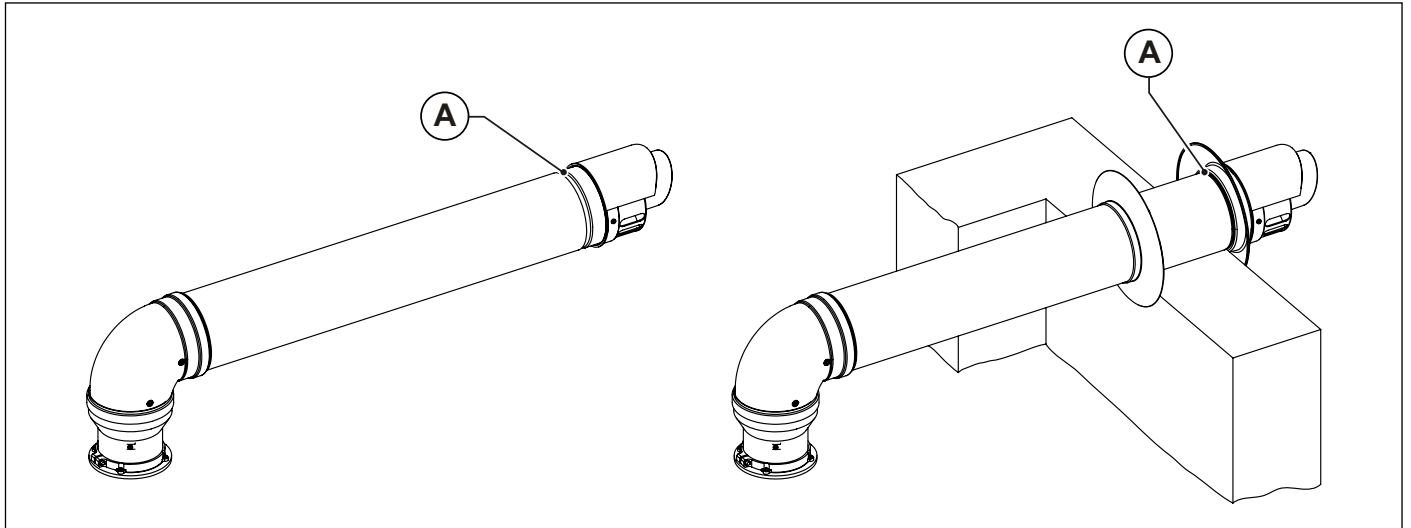

Fig. 16 Instalación terminales en el pared
Los terminales de aspiración de aire y evacuación de los humos, desdoblados y coaxiales, están dotados de un canal (A) en la parte final para la fijación del rosetón externo (ver Fig. 16 Instalación terminales en el pared).